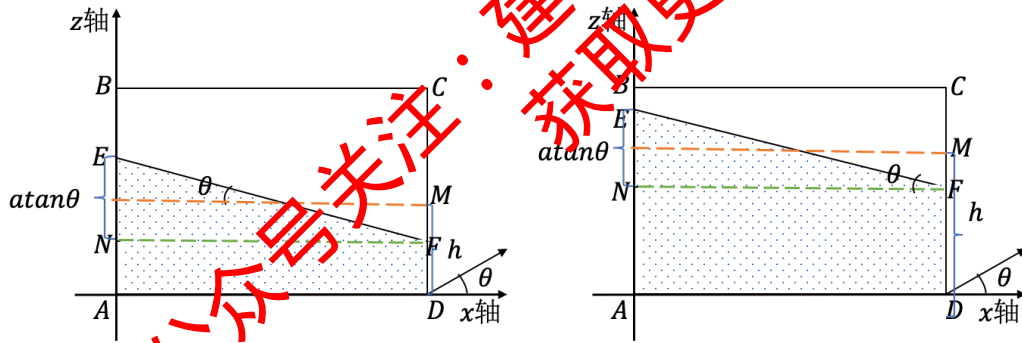

图 8:  $h_k(t) \leq \frac{c_k}{2}$  和  $h_k(t) > \frac{c_k}{2}$  时油面形状为梯形 1 示意图
(3) 油面呈现为“梯形 1”:  $|\theta| < \theta_1$  且  $h_k(t) \leq \frac{c_k}{2}$ ;  $|\theta| < \theta_2$  且  $h_k(t) > \frac{c_k}{2}$ 。如图 8 所示。